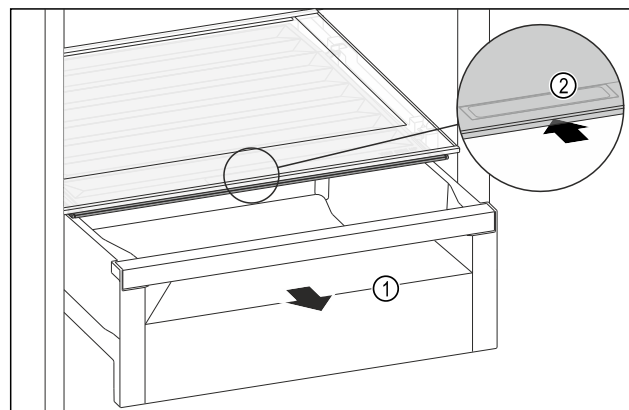

Fig. 151
- Tërhiqni jashtë sirtarin Fig. 151 (1).
- Kapni dorezën e futur Fig. 151 (2) në kapakun e ndarjes dhe në të njëjtën kohë shtyni për prapa kapakun e ndarjes.